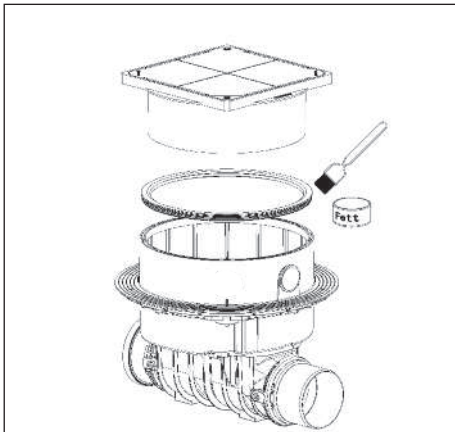

Abb. 3
C. Bauzeitstellung (Bild 3, teilweise geöffneter Betriebs- und Notverschluss)
Für den Anschluss der elektrischen Leitungen von Sonde und Antriebsmotor ist baurechts ein Kabellerohr (mind. DN 50, KESSEL empfiehlt 2 x 45°-Bögen) bis mind. auf Fertigfußbodenhöhe (siehe Abb. 2) zu verlegen und in die Kabeldurchführung im Zwischenstück des KESSEL-Staufix FKA einzuführen. Die beiliegende Profil-Lippendichtung in die Nut des Zwischenstückes einlegen und einfetten. Anschließend das Aufsatzstück montieren (Abb. 3). Durch das tele-